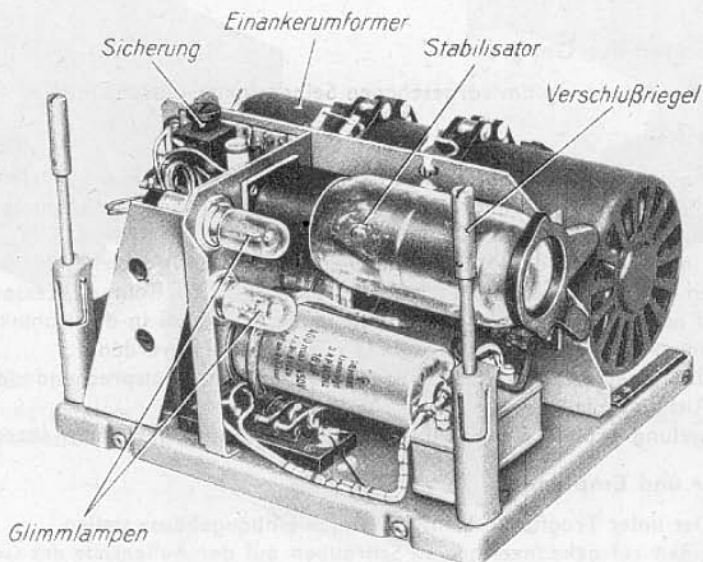

Bild 7: Umformer, Innenansicht
2. Der **Umformer** (Bild 1) trägt auf seiner Oberseite die einzige Sicherung der Anlage, auf seiner Unterseite die Kontaktleiste. In seinem Inneren (Abnehmen der Kappe nach Lösen der vier rot gekennzeichneten Schrauben) befinden sich ein Einanker-Umformer, Siebmittel, ein Stabilisator und 2 Glimmlampen (Bild 7).